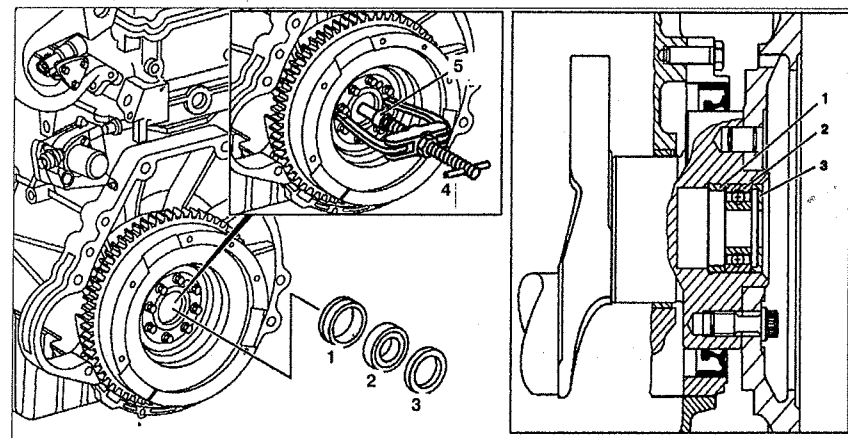

Рис. 2.60. Шарикоподшипник коленчатого вала:
3. Снимите радиальный подшипник 2 (см.рис.2.60). Снимите крышку 3 вместе с подшипником 2.